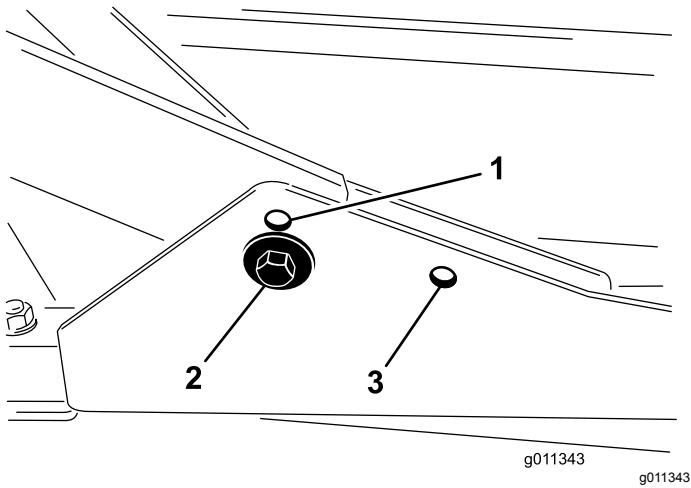

Figura 9
- Para alturas de corte entre 2,0 y 7,6 cm, los bastidores de tiro delanteros deben montarse en los taladros de montaje delanteros inferiores (Figura 9).
- Para alturas de corte entre 6,3 y 10 cm, los bastidores de tiro delanteros deben montarse en los taladros de montaje delanteros superiores (Figura 9).
Para todas las alturas de corte, la unidad de corte trasera debe montarse en los taladros de montaje traseros (Figura 9).